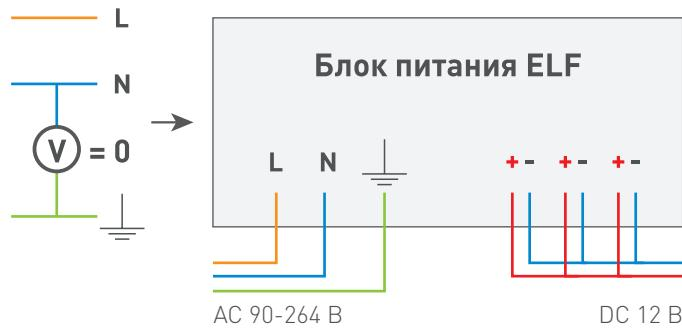

Рис. 4
- Для объектов [электроустановок], в которых применён принцип изолированной нейтрали [Рис. 4].
**⚠ ВАЖНО:** При данном способе подключения к входному терминалу изделия подключаются все провода линии связи (фаза, ноль, заземление), предназначенной для подачи напряжения питания на изделие [Рис. 4]. Подключение заземляющего провода является обязательным!